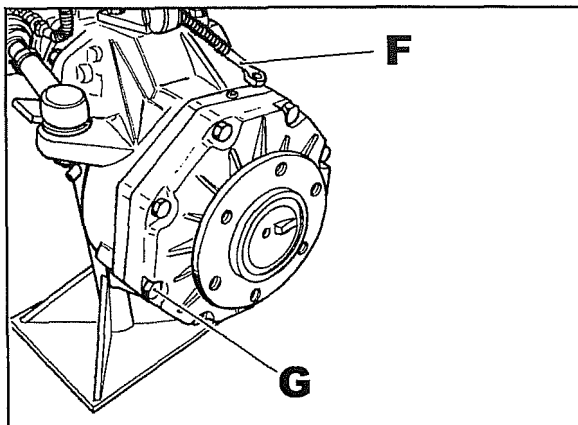

Fig. 22
- 31 Scollegare il tubo **F** fig. 22 di mandata olio alla massa frenante.
- 32 Dopo aver disposto un recipiente per la raccolta di olio, smontare le masse togliendo le viti **G** fig. 22.